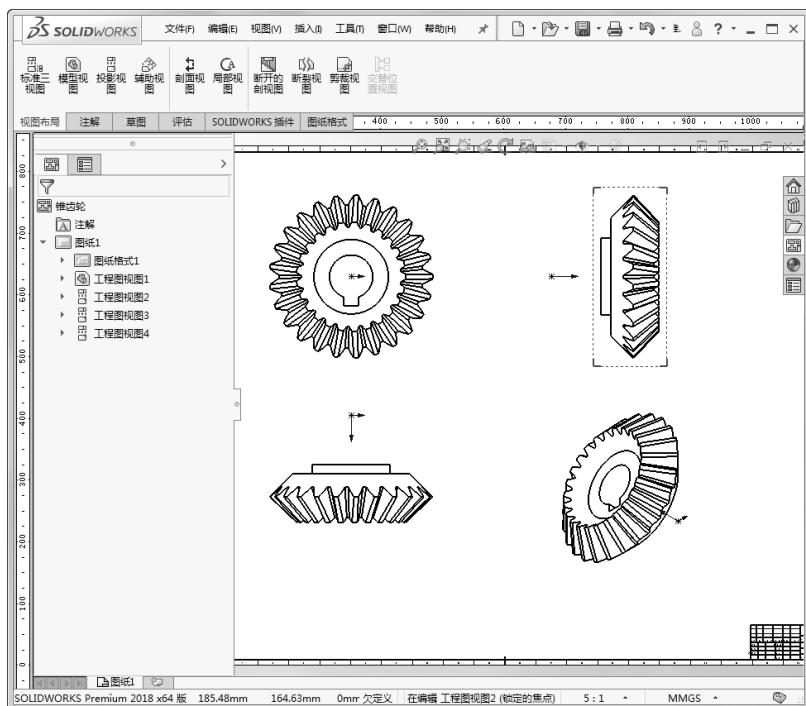

图 12-7 放置模型视图
- 5) 在工程图中适当位置单击鼠标左键，放置模型视图，如图 12-7 所示。